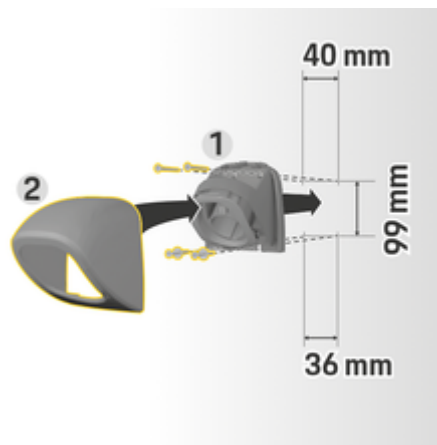

Fig. 46 Dimensiones de perforación
1. Retire el soporte del enchufe 1 de la cubierta (Fig. 46) 2 (Fig. 46).
4. Atornille el soporte del enchufe 1 (Fig. 46) a la pared.
5. Encajar la cubierta 2 (Fig. 46) en el soporte del enchufe 1 (Fig. 46) desde abajo y presiónelo hacia arriba.